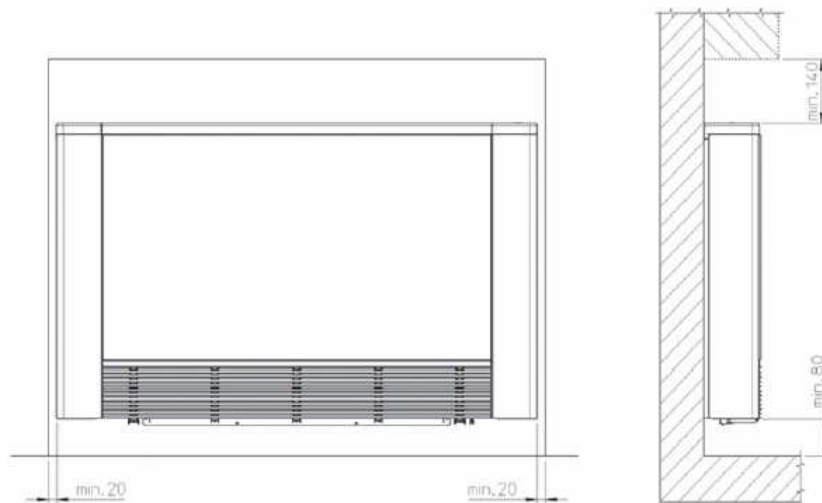

Fig. 2
- La hauteur minimum du sol jusqu'à la partie inférieure de l'appareil, en cas de fixation sur une paroi, doit être de 80 mm. La distance minimum entre la grille de sortie de l'air et un éventuel obstacle (étagère, rebord, etc.) doit être de 140 mm. La distance minimum entre le flanc et la paroi latérale doit être d'au moins 20 mm, afin de permettre le démontage de l'enveloppe en tôle (voir gabarit H.) (figure 2).